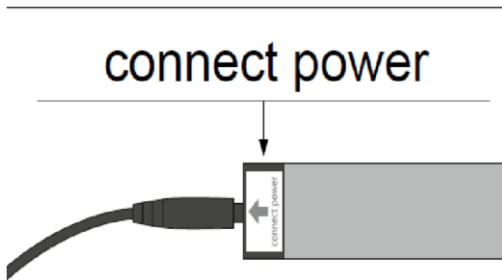

Figura.4: Conexión del cable de alimentación a la barra con el sensor infrarrojos.
**3.** El enchufe principal de la fuente de alimentación de 12 V debe estar conectado a un lado especialmente marcado de la tira LED con sensor infrarrojos. Esta barra está etiquetada con la siguiente nota: "Connect power". Conecte el cable de alimentación en el lado marcado (vea la Figura 4).